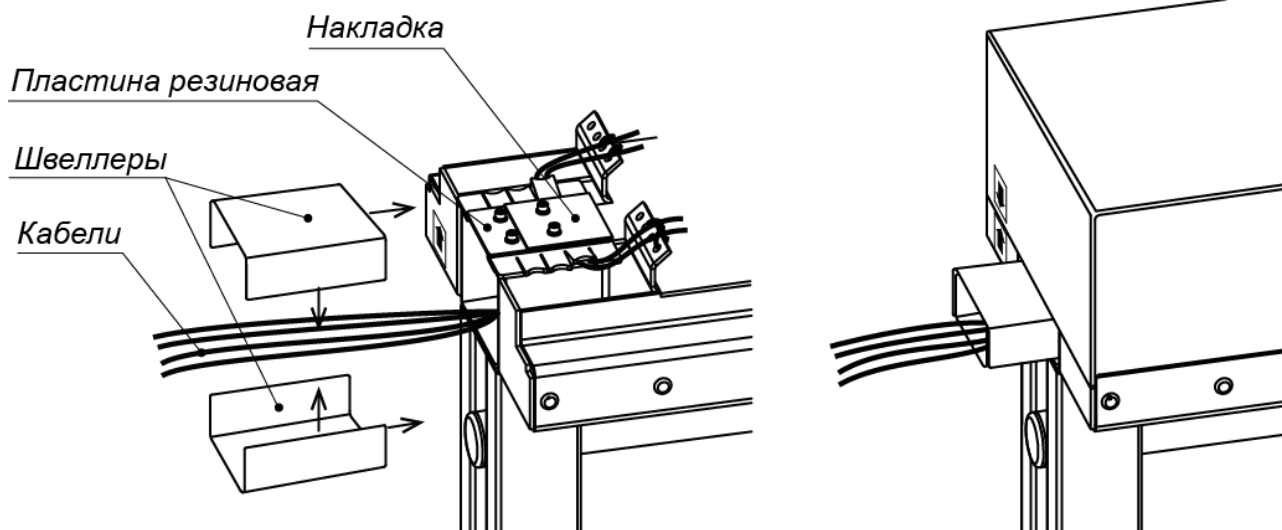

**Рисунок 20. Прокладка кабелей между двумя турникетами**
- Последовательно закрепите на элементах крепления установленной секции ротора две оставшиеся секции, используя 4 болта М8×14 для верхних точек крепления и 20 болтов М8×12 (ключ SW6) для остальных точек крепления с пружинными шайбами (см. рис. 20). Для монтажа данных болтов рекомендуется использовать инструмент с возможностью фиксации в нем закручиваемого болта, к примеру, для ротора из стали – инструмент с магнитным наконечником (для ротора из нержавеющей стали применены болты также из нержавеющей стали, поэтому для этой цели нужно использовать липкую ленту, намотанную на наконечник, или подходящий пластичный материал).
- Проверьте вертикальность положения ротора с помощью уровня. При необходимости устранили отклонение от вертикальности путем смещения балки привода (8) в пределах допуска монтажных отверстий под шпильки и болты. Окончательно затяните болты и гайки крепления балки привода.